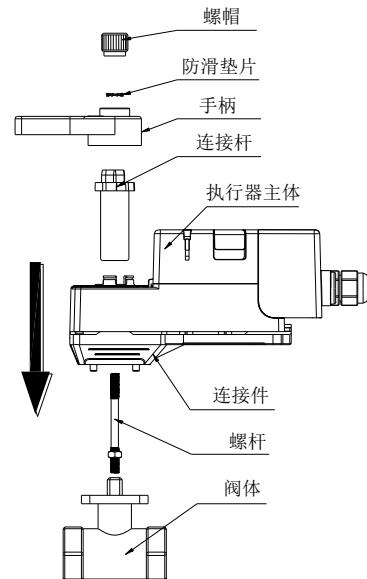

图 2
- 图 2 为执行器组件分解图, 请按步骤依次完成与阀体的正确装配。应首先把阀门和执行器调整到全关状态, 这样阀杆方柄与执行器连接杆方孔的方位对齐, 连接杆能顺畅的套入阀杆, 且阀门和执行器的位置角度一致。